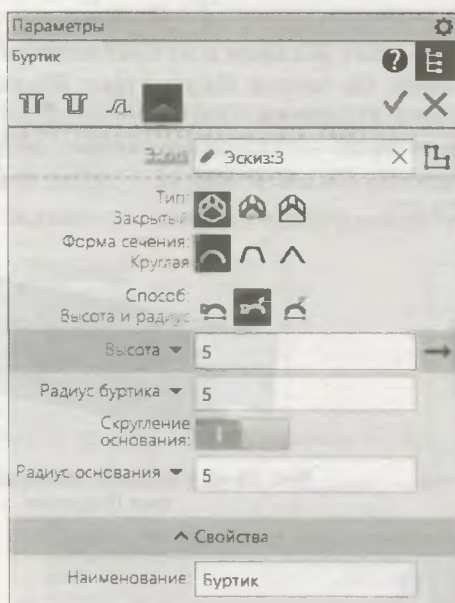

Рис. 29.43. Панель **Параметры: Буртик**
- ◆ нажмите кнопку **Буртик** на панели инструментов **Элементы листового тела** — на экране появилась панель **Параметры: Буртик** (рис. 29.43) и в графической области — фантом буртика. Элементы управления вкладки **Параметры** рассмотрены в табл. 29.4;